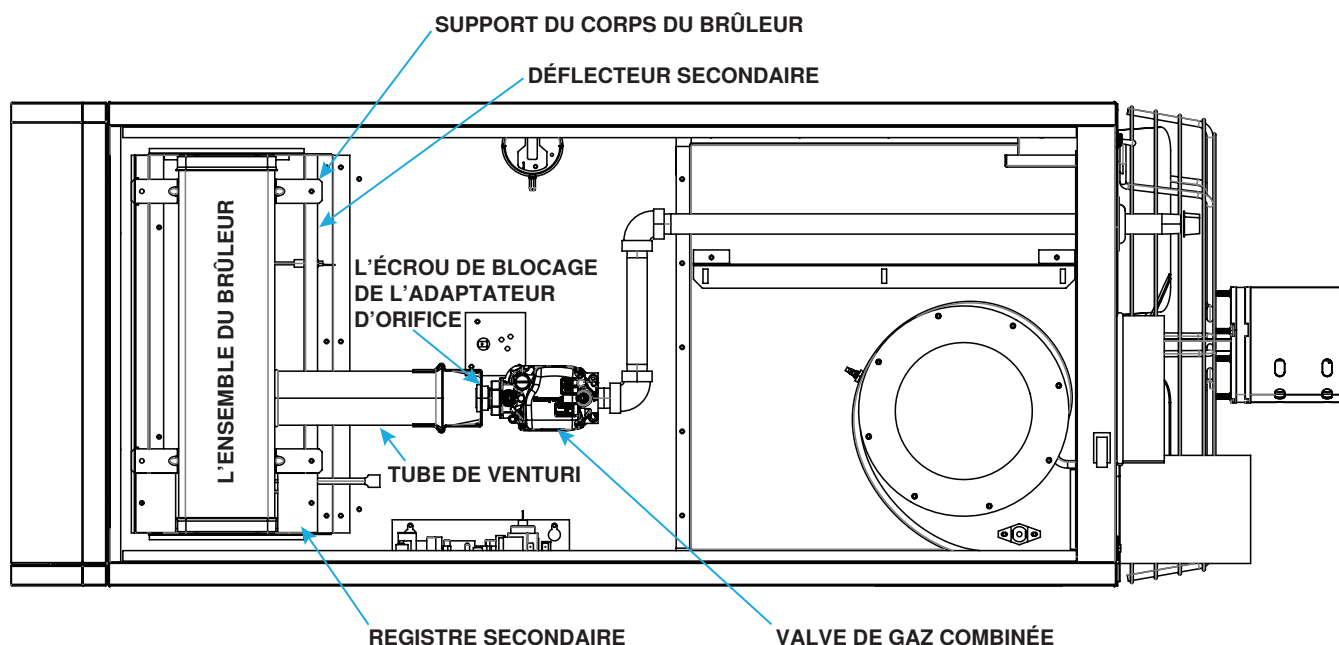

Figure 31. Compartiment du brûleur (tailles d'unité 130–310)
Inspectez visuellement le compartiment du brûleur (voir **Figure 31**). S'il y a une accumulation de saleté, de poussière ou de charpie, nettoyez le compartiment, puis démontez et nettoyez le brûleur comme suit :
2. Démontez l'ensemble du brûleur (voir **Figure 31**) :
- (1) Retirez les quatre vis qui fixent le capuchon d'extrémité au boîtier du brûleur.
- (2) Frappez délicatement le capuchon d'extrémité pour l'enlever.
5. Réinstallez l'ensemble du brûleur (voir Figure 31) :